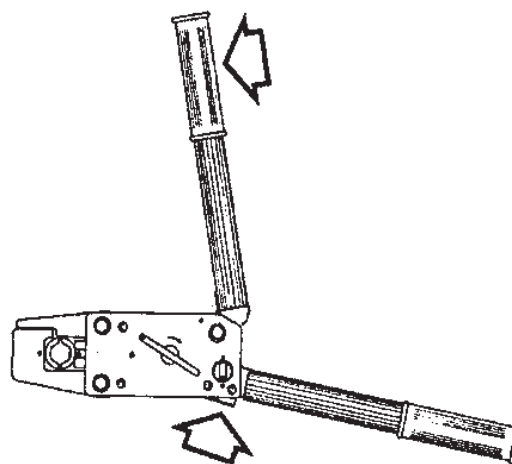

Fig 2
4. Wird erst bei der Crimpung bemerkt, daß die Pressbacken falsch eingesetzt wurden oder bei dem Kabelschuh eine Verwechslung vorkam; dann Handhebel am oberen Anschlag angelegt halten, die Halteklinke niederdrücken und Schnellvorschub rückwärts drehen. (Fig. 2, Seite 8). Sollte die Crimpung schon angefangen worden sein, kann mit dem beweglichen Handhebel etwas gepresst werden um die Sperre zu öffnen. Eine Zange o. ä. zum Rückdrehen der Schnellvorschubklinke wird gegebenenfalls erforderlich.